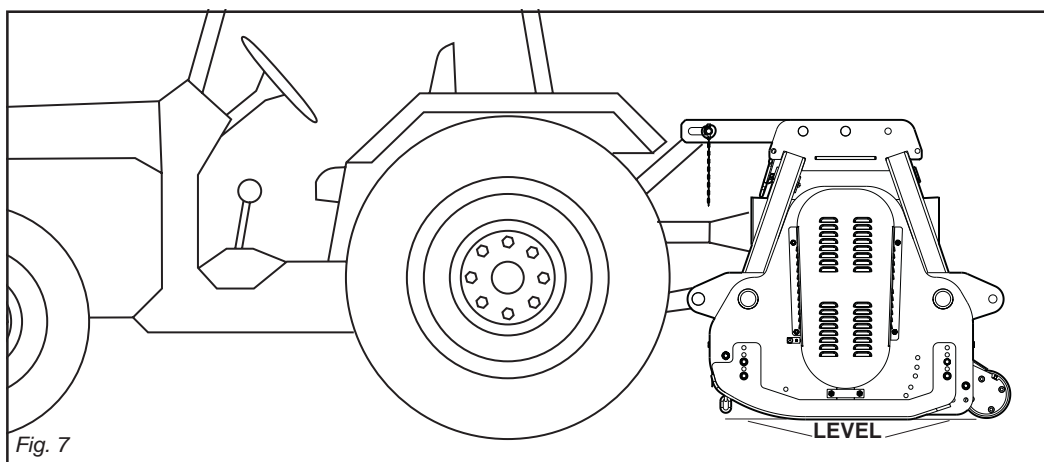

Fig. 7
4 - Collegare il terzo punto superiore (C Fig. 7) ed effettuare una corretta regolazione con il tirante, verificando che il piano superiore della macchina risulti parallelo al piano terra.
Sollevare la macchina dal terreno e registrare l'altezza di taglio. (Per avere maggiori informazioni riguardo la registrazione dell'altezza di taglio vedere cap. 3.8). Regolare l'assetto della macchina con il sollevatore, facendo in modo che la macchina sia orizzontale, o appena più alta anteriormente, per favorire l'ingresso del materiale (Fig. 7).
**Raise the machine from the ground and regulate the cutting height. Regulate the driving position of the machine with the hoister so that the machine is horizontal, or only slightly higher in the front, to favor the entrance of the material (Fig. 7).**
**Soulever la machine du sol et régler la hauteur de coupe. Régler l'assiette de la machine avec celle du relevage, en faisant en sorte que la machine soit horizontale ou à peine plus haute à l'avant, pour faciliter l'entrée du matériau (Fig. 7).**
**Die Maschine anheben und die Schnitthöhe einstellen. Die Lage der Maschine mithilfe des Hubwerks einstellen, sodaß sie parallel zur Bodenfläche liegt, bzw. vorne etwas mehr angehoben ist, um eine problemlose Zufuhr des Materials zu ermöglichen (Abb. 7).**
**Levante la máquina del terreno y ajuste la altura de corte. Ajuste el eje longitudinal de la máquina con el elevador, tratando de que la máquina esté en posición horizontal, o apenas más alta en la parte delantera, para favorecer el ingreso del material (Fig. 7).**